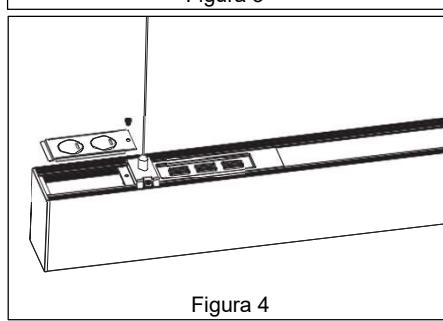

Figura 4
8. Abre el extremo de la lámpara para el cableado. *Ver Figura 4.*